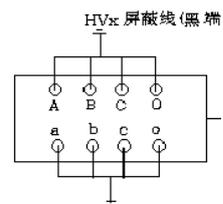

图 12 变压器接法
(1) 一次绕组对二次绕组（中性点均未接地）
- A. 接线见图 12